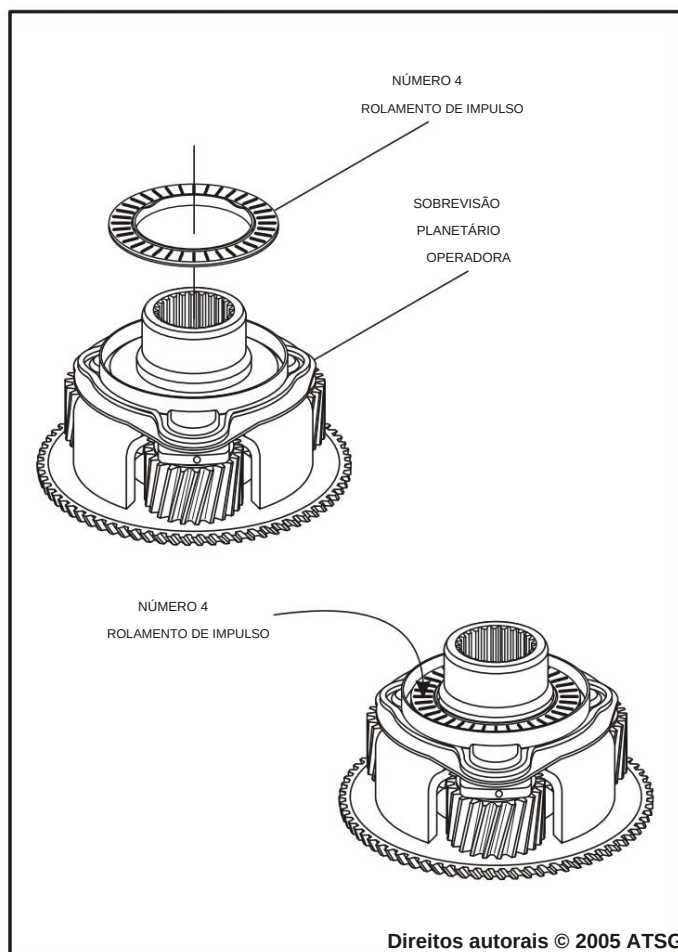

Figura 100
12. Instale o rolamento axial número 4 no suporte de overdrive, conforme mostrado na Figura 100, e retenha com Trans-Jel®.